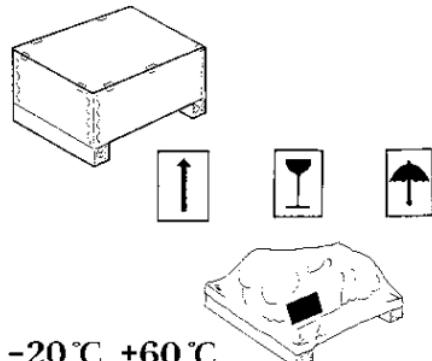

Abb.13
- Sofern erforderlich, können die Verpackungen mit Hinweisen und Symbolen beschriftet sein, die wichtige Informationen betreffend das Handling und den Transport (Masse, Greifpunkte, Angaben zur Lagerung usw.) enthalten - (Abb.13).